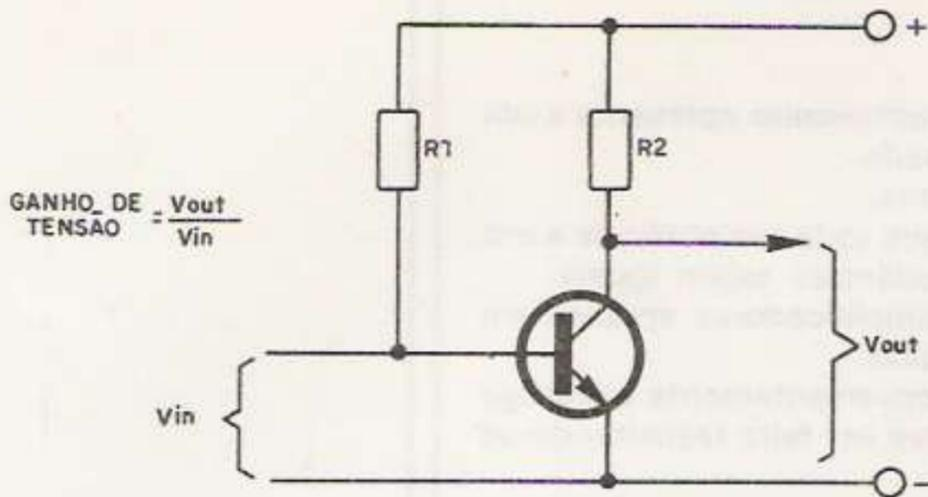

figura 532
2. Ganho de tensão: considerando que na entrada do amplificador transistorizado temos uma "resistência" ou impedância e que na saída também, a circulação de uma corrente por estas resistências quando da aplicação e da retirada do sinal representa o aparecimento de uma tensão, conforme sugere a figura 532.